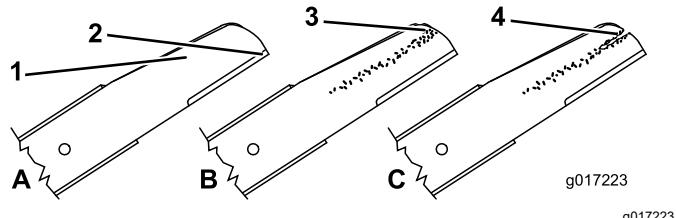

Figura 34
1. Inspecione as extremidades de corte (Figura 34). Se as extremidades não estiverem afiadas ou estiverem amolgadas, retire e afie as lâminas.
2. Inspecione as lâminas, especialmente a área curva (Figura 34). Se verificar qualquer dano, desgaste ou a formação de ranhuras nesta área, substitua imediatamente por lâminas novas.